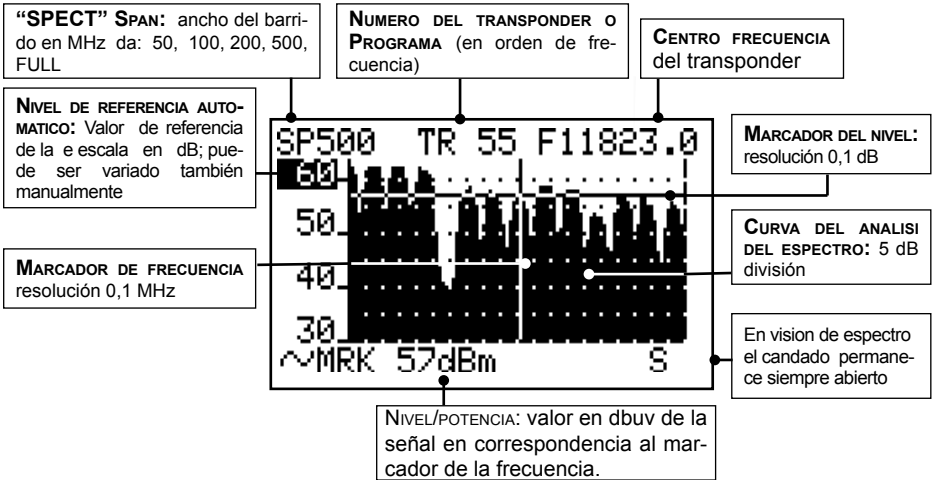

Fig. 13.1 Espectro de los transpondedores de ASTRA con Span 500 Mhz.
- Mediante SELECT [10] es posible seleccionar y variar los siguientes campos (fig. 13.1): SPAN, número de transpondedor o programa, frecuencia, nivel de referencia. El campo seleccionado aparecerá sobre fondo negro.